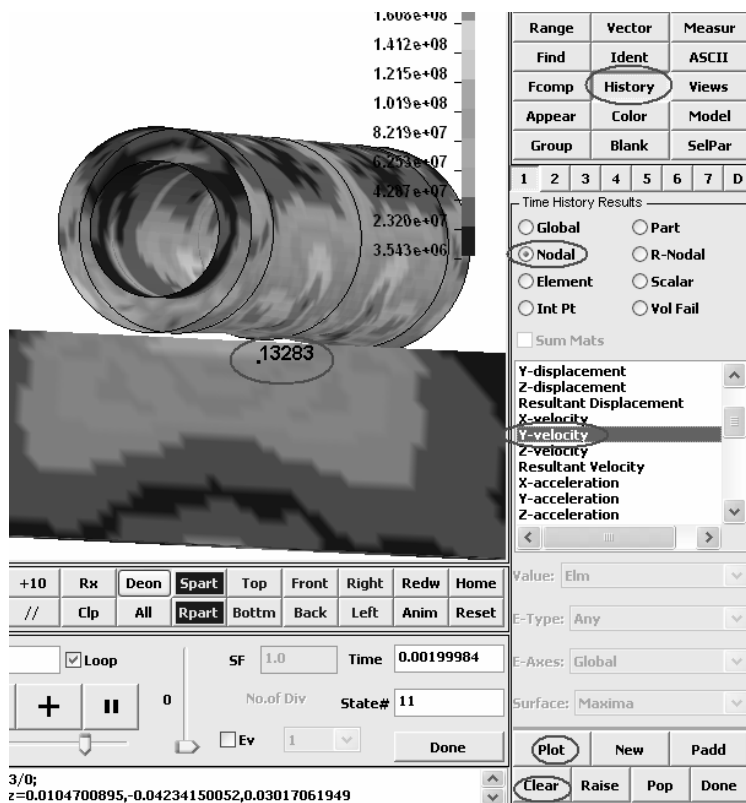
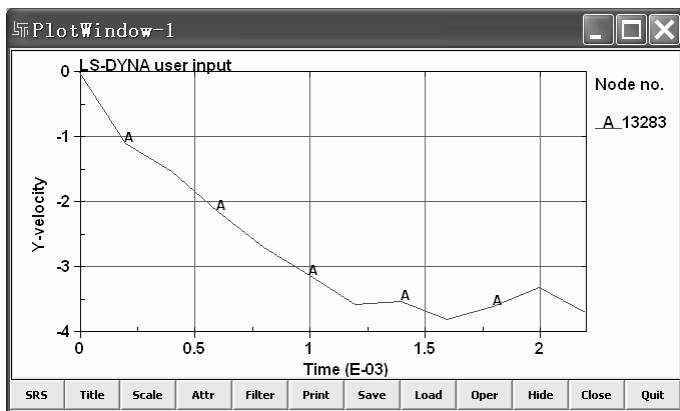

图 8-26 提取节点的速度
图 8-27 “PlotWindow-1” 窗口，速度随时间的变化
(1) 如图 8-26 所示, 单击操作界面右侧的“History”, 然后选中“Nodal”前面的单选框, 再选中“Y-velocity”, 然后用鼠标左键在方管中部附近单击一下 (即选中一个节点, 如果选的节点不令人满意, 可单击“Clear”按钮清除选中的节点, 然后再选择其他节点)。单击“Plot”按钮, 弹出“PlotWindow-1”窗口 (见图 8-27)。
(2) 图 8-27 所示的曲线表示以上所选节点沿竖直方向 (Y 方向) 的速度随时间的变化情况。单击 “PlotWindow-1” 窗口右上角的叉号关闭该窗口。